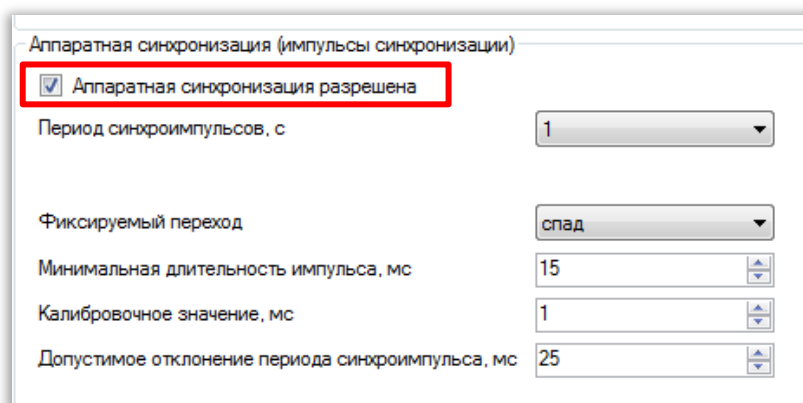

Рисунок 8 – Окно конфигурирования синхронизации времени по импульсу
2.4.1 Для разрешения работы импульсной синхронизации времени необходимо установить флажок в пункте **Аппаратная синхронизация** (см. рисунок 8).